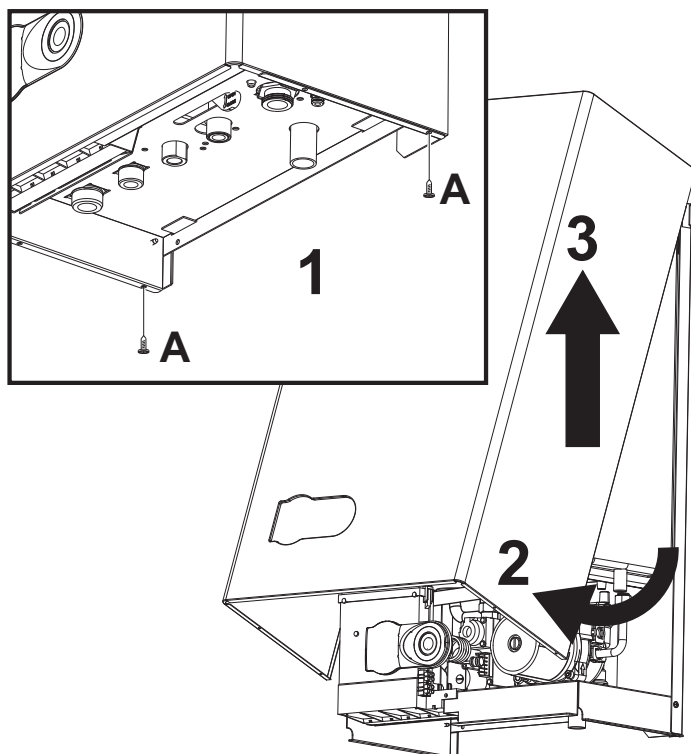

fig. 12 - Apertura mantello
1. Svitare le viti A (vedi fig. 12).
2. Ruotare il mantello (vedi fig. 12).